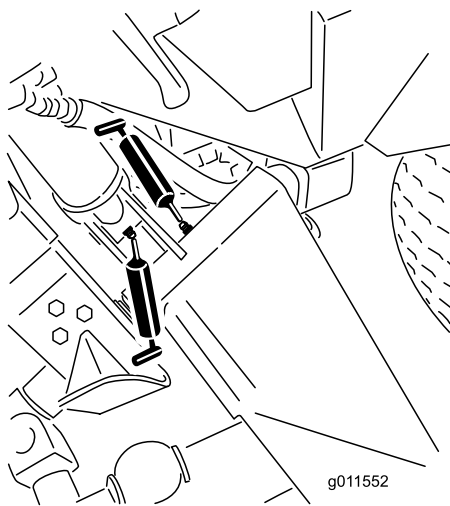
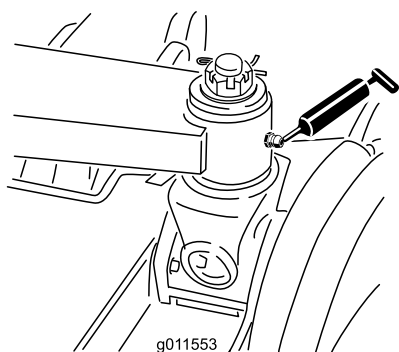

Figura 69
Figura 70
- 6 casquillos de brazos de elevación principales (Figura 69 y Figura 70)